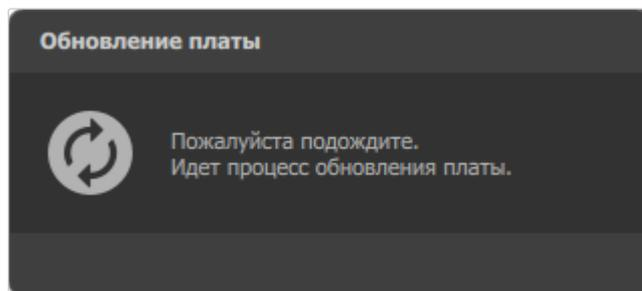

Рисунок 47. Извещение о ходе процесса обновления платы
- 2) После вызова команды отобразится окно, извещающее о начале процесса обновления платы (см. рисунок 47).